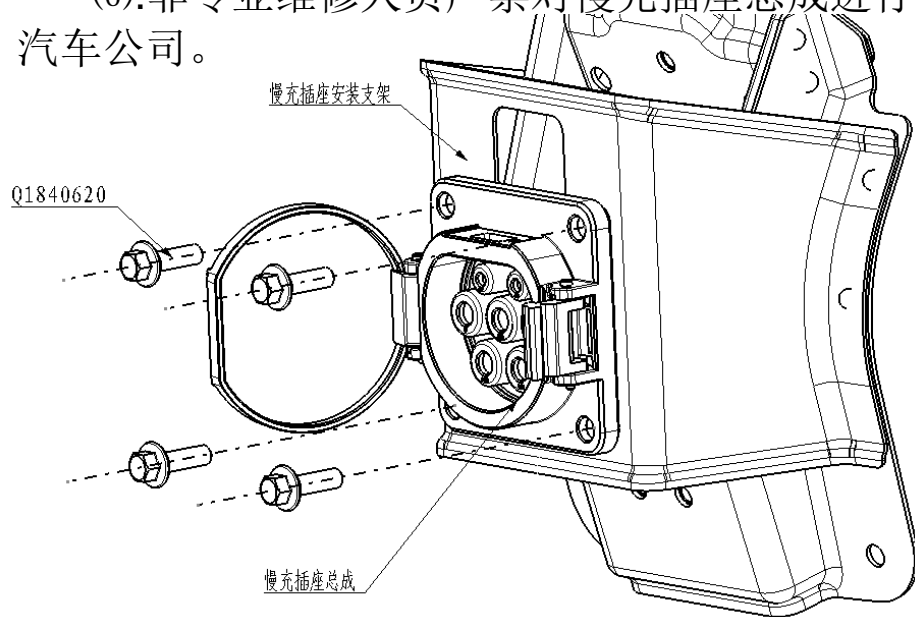
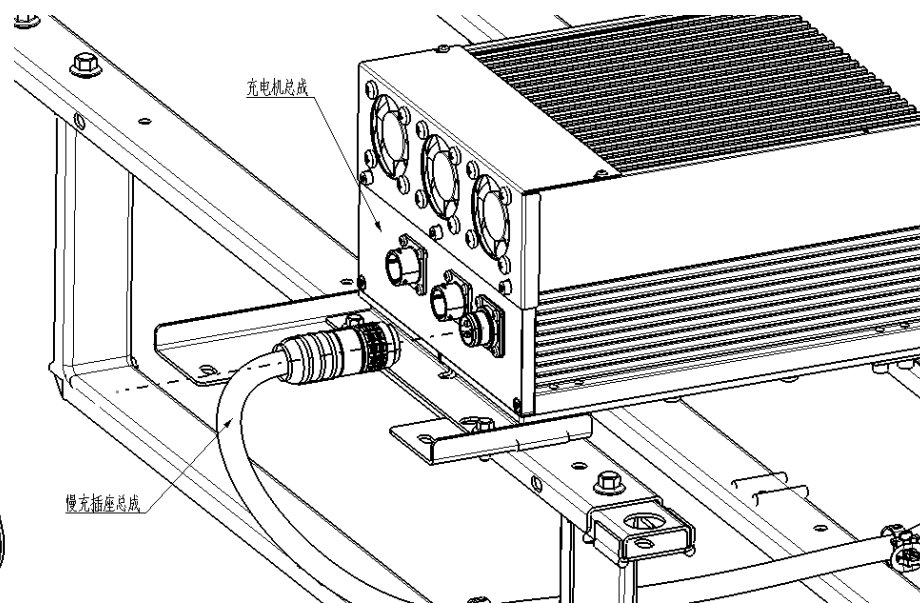

图3-1
图3-2
- (1). 必须确保整车驻车、手刹拉起、钥匙关掉整车电源、12V蓄电池切断；
- (2). 将慢充插座总成线束端航插以及CC、CP信号连接器断开（如图3-1所示）；
- (3). 将慢充插座总成线束的两个固定扎带从前舱上托架上拆下；
- (4). 拆下前保险杠上格栅本体，具体拆卸过程见：前后保险杠的拆装与维修；
- (5). 用套筒（规格8mm）拆下慢充插座4个固定螺栓Q1840620，（如图3-2所示）。
- (6). 非专业维修人员严禁对慢充插座总成进行维修，拆卸的慢充插座总成需返回速达电动汽车公司。